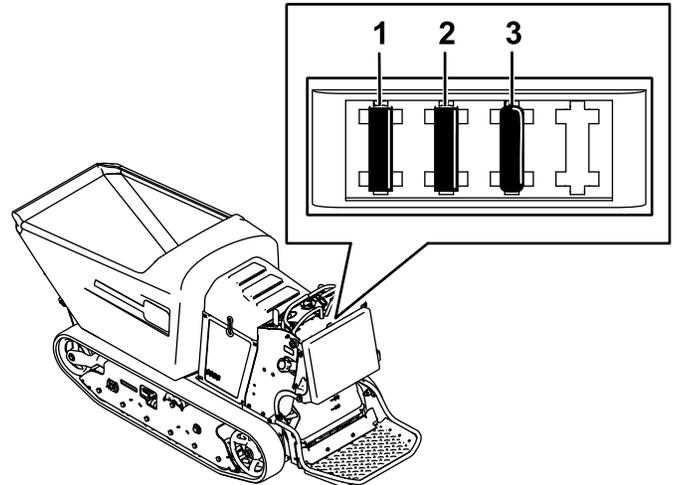

Figura 36
Nota: Asegúrese de que se haya instalado el fusible del tamaño correcto (Figura 36).
2. Tire del fusible hacia afuera para sacarlo o reemplazarlo (Figura 36).